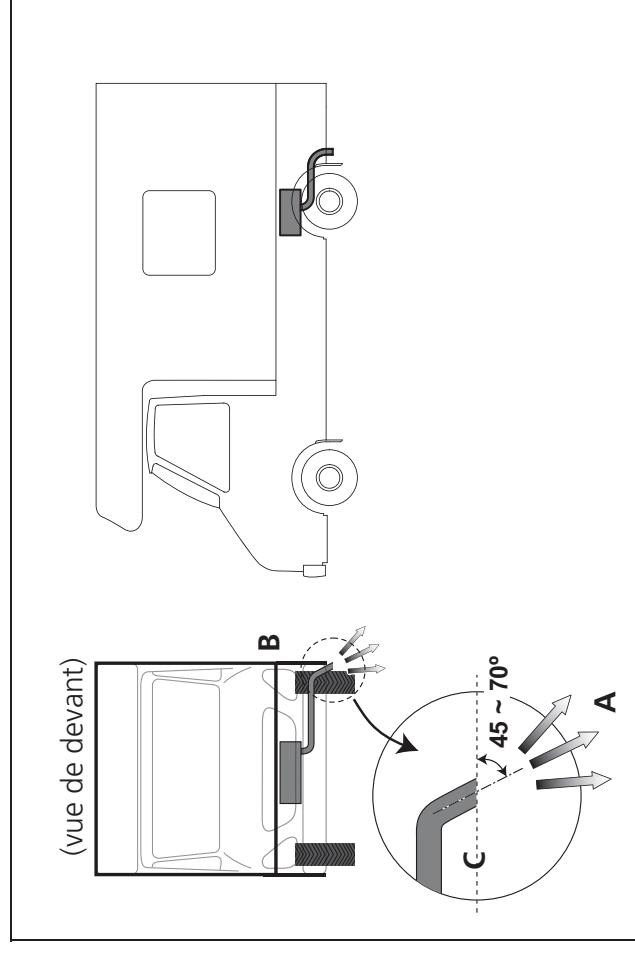

Fig. 42: Emplacement et sens de sortie du tuyau d'échappement
- La conduite ne doit pas être dirigée dans le sens du déplacement. Voir Fig. 42.
- Éviter la formation d'une poche de gaz d'échappement sous le véhicule. Voir Fig. 42.
Si la position de montage de l'embouchure du tuyau d'échappement n'est pas effectué comme indiqué, il y a risque d'incendie. Voir Fig. 42.